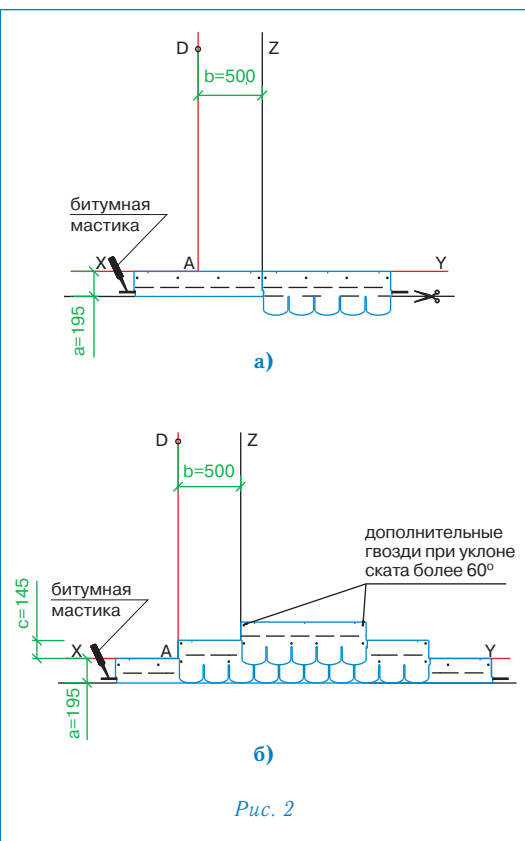

Рис. 2
Укладка материала (рис. 2)
- Начальный ряд формируется из листов черепицы ТРАДИШНЛ обрезанных по линии, образованной конечными точками вырезов. Полученные таким образом полосы шириной 19,5 см укладываются по линии карниза в обе стороны от линии Z (рис. 2а) и фиксируются по нижнему краю битумной мастикой, а по верхней кромке 4 гвоздями (ось гвоздей на 5 см ниже верхнего края полосы);
- далее первый ряд черепицы укладывается от линии AD (рис. 2б);
- второй ряд укладывается от линии Z (со смещением 50 см от AD) (рис. 2б);